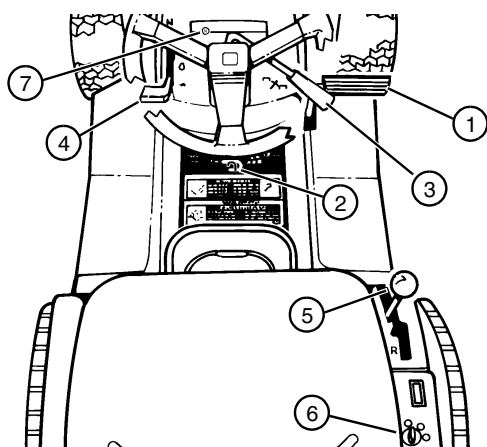

FIGURE 13
- Enfoncer la pédale (1) jusqu'au fond et la tenir enfoncée (voir FIGURE 13).
- Avancer le levier du frein de stationnement (2) vers l'avant puis vers la gauche à la position de blocage.
- Désengager l'entraînement des lames en reculant le levier d'entraînement PDF (3) vers l'arrière (voir FIGURE 13).
- Passer le levier de changement de vitesse (5) sur le point mort (N).
- Placer la clé de contact dans le démarreur (6).
- Enfoncer jusqu'au bout la pédale (1) et la tenir enfoncée (ou bloquer le frein de stationnement comme décrit ci-dessus).